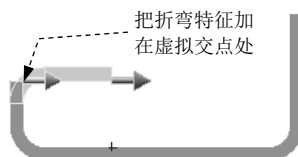

图 10.2.23 虚拟交点的折弯
- ☑ “虚拟交点的折弯”按钮: 把折弯特征加在虚拟交点处, 如图 10.2.23 所示。